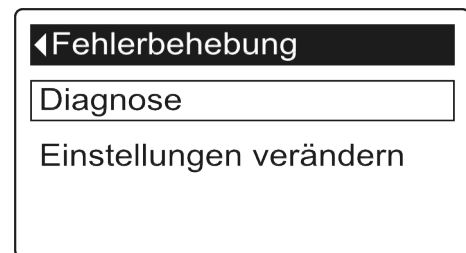

Abb. 38: Menü Fehlerbehebung
- ⇒ Das Menü „Fehlerbehebung“ wird angezeigt (Abb. 38).